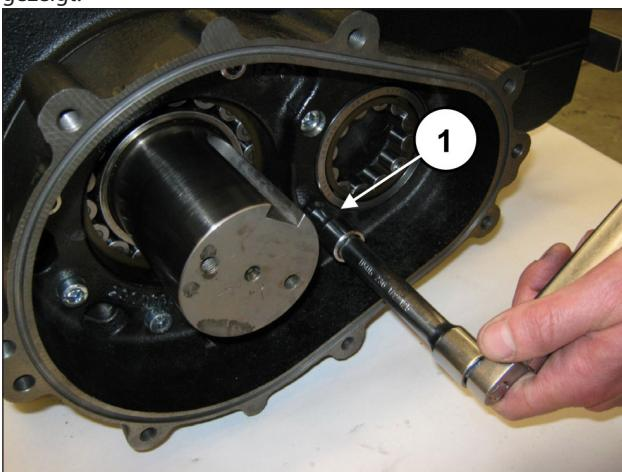

Abb. 64
Drehen Sie die 8 Schrauben M10x40 fest (Pos. ①, Abb. 64).